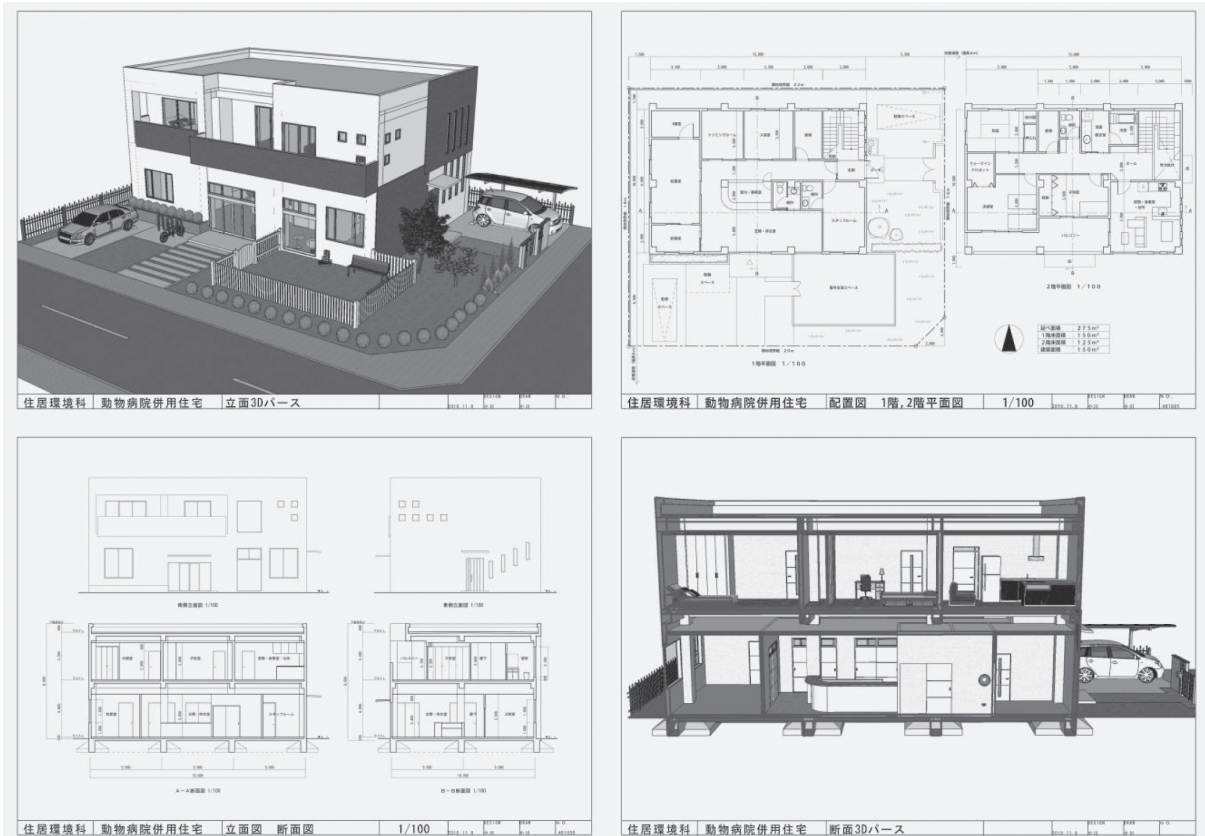

図16 「建築設計実習Ⅱ」 RC 造設計課題 ② 「動物病院併用住宅」 学生課題提出図面例
- ② 「住宅地に建つ動物病院併用住宅」(図16)
- ③ 「陶芸作家のための工房のある店舗併用住宅」